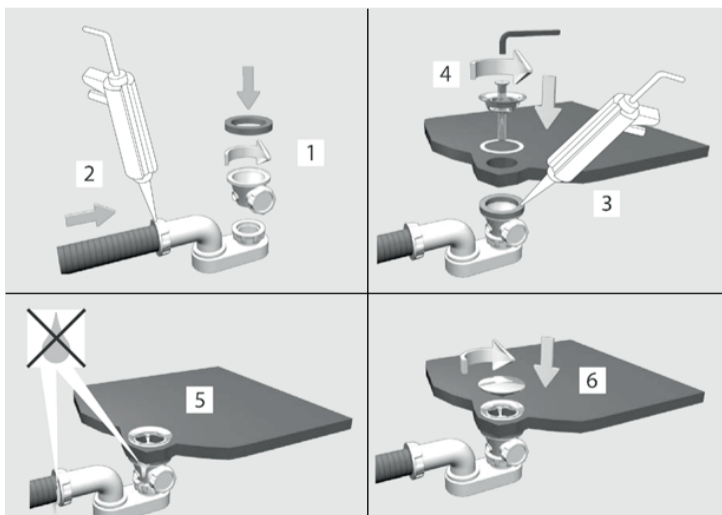

Fig.3
- Installare il kit di scarico sulla vasca come indicato nelle immagini (vedi Fig.3) e secondo le istruzioni del produttore del kit di smacigno
Install the drain kit on the tub as shown in Fig. 3, following the instructions of the manufacturer of the drain kit